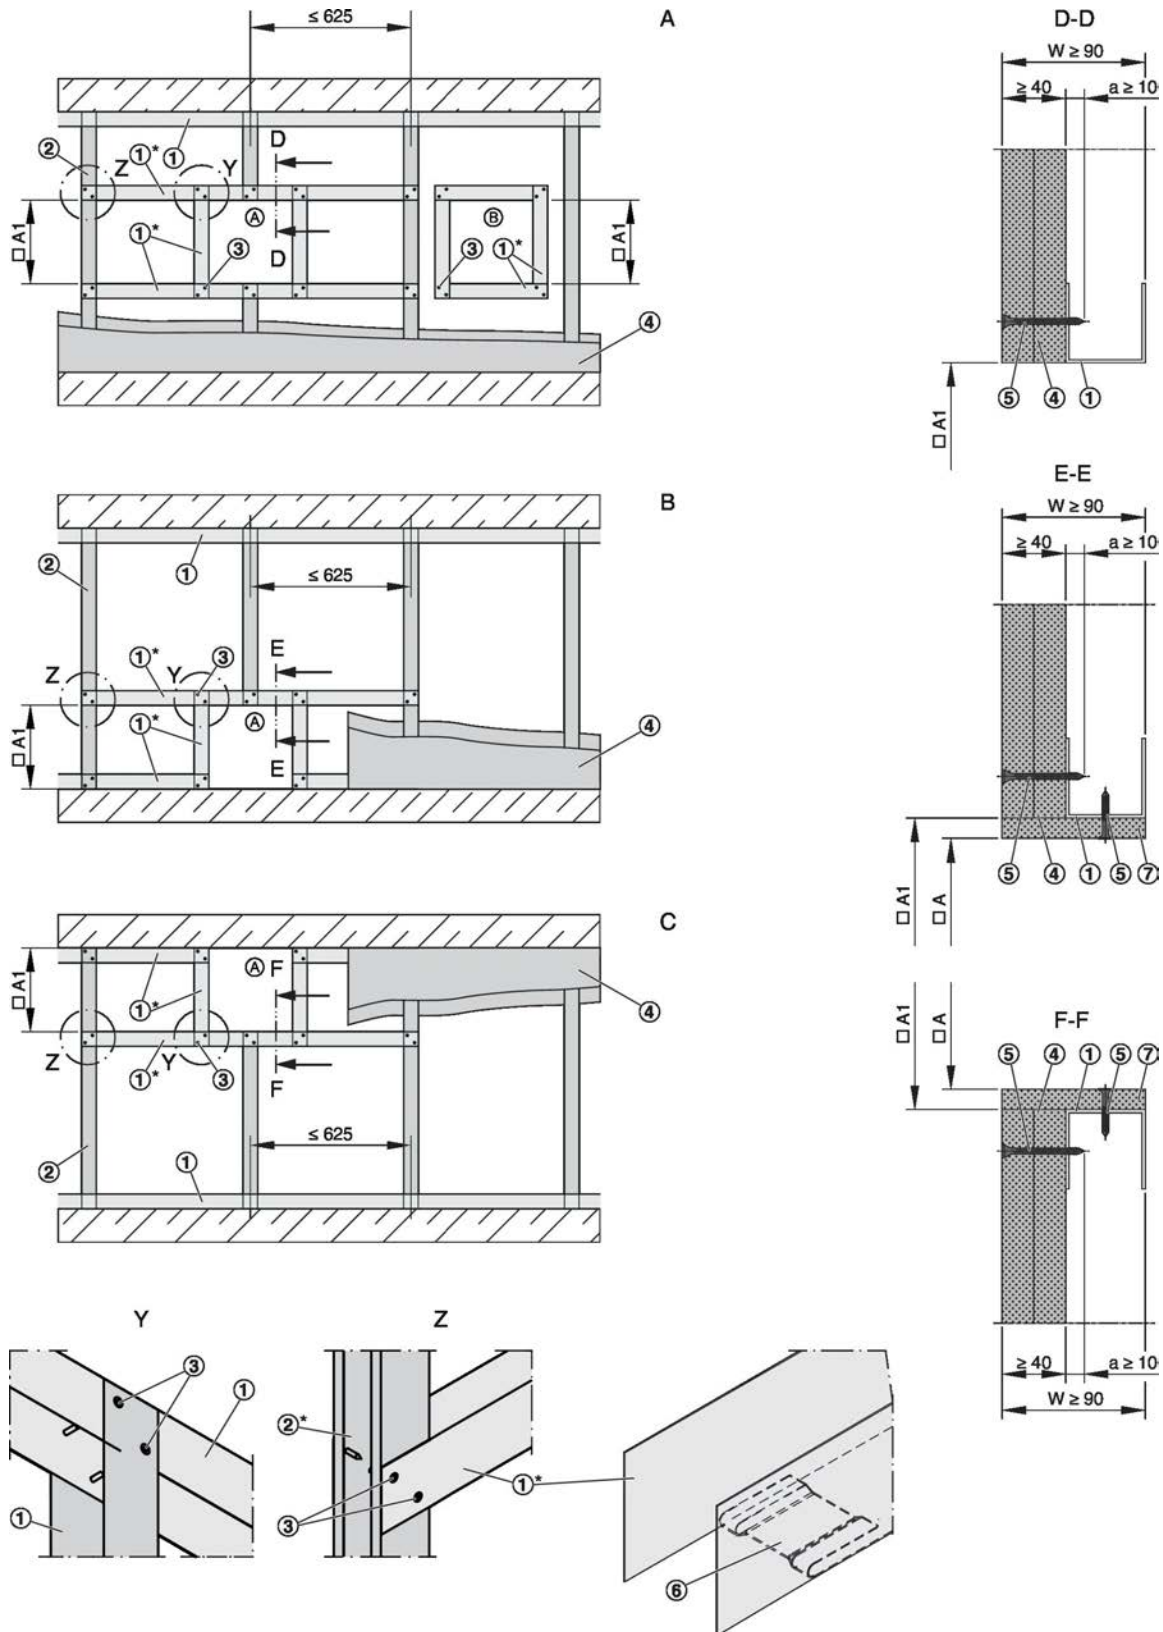

Fig. 54: Patinillos con estructura de pared metálica y aislamiento a un lado
- Construir el patinillo siguiendo las instrucciones del fabricante y realizar la abertura para instalación, más información Fig. 54